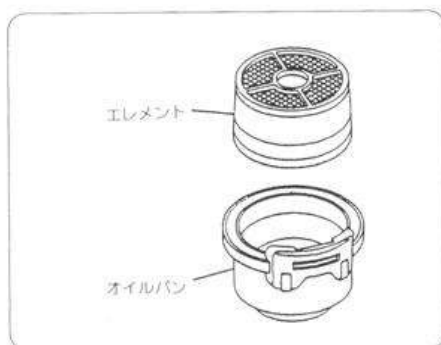

図24
■エアクリーナエレメントの清掃とオイル交換 (図24)
- ① エレメントを外し、白灯油で洗い、エレメントの白灯油をよく振切って取付けてください。
- ② オイルだまりはよく洗浄し、新しいオイルを規定量入れてください。